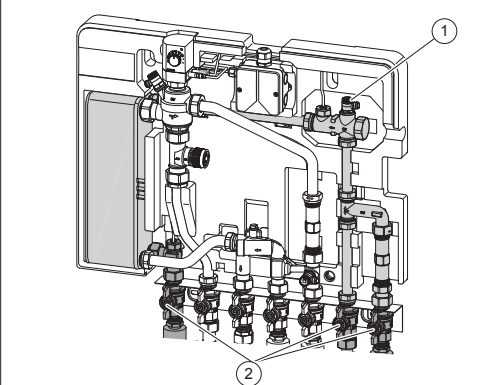

Fig. 3: Démontage/Montage du capteur de débit
- Fermer les 3 robinets à tournant sphérique repérés (voir Fig. 3 (2)) situés sur le bloc de raccordement avec robinets à tournant sphérique.
(1)	Robinet de purge (dans le boîtier du capteur de débit)
(2)	Robinets à tournant sphérique
- Ouvrir le robinet de purge (voir Fig. 3 (1)) du capteur de débit pour mettre la conduite hors pression.